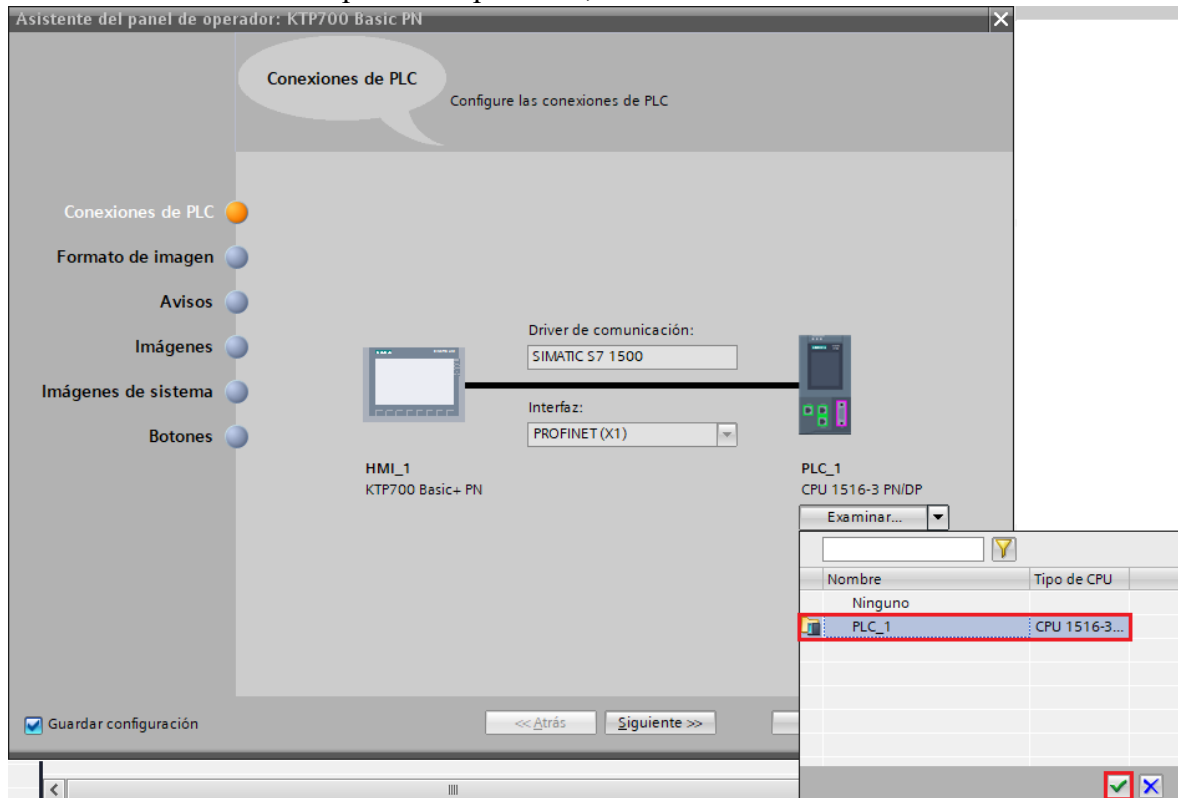

Figura 17. Asistente de panel de operador.
- (2) Luego se debe configurar el HMI, mediante el “Asistente de panel de operador”, en la ventana “Conexiones PLC” se debe seleccionar el PLC al que se conectara el HMI mediante Profinet, para ello hacer clic en “Examinar” y luego seleccionar “PLC_1” (ver Figura 17). Luego presionar el botón “Finalizar”.